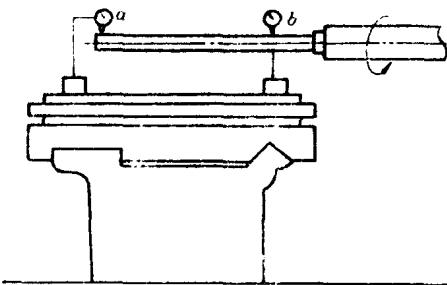

图 1-7
9. 检验主轴锥孔的径向圆跳动误差 把主轴伸出，直至露出工具击出孔后，把检验棒插入主轴锥孔。把两块千分表固定在机床上，其中一块千分表的测头压在检验棒的根部上母线处即a点，另一块表的测头压在距a点300mm处的b点，见图1-7。转动主